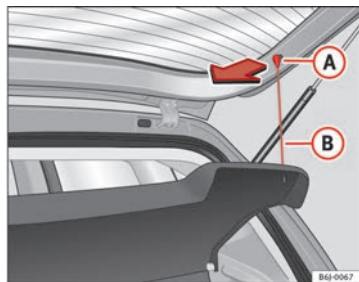

Fig. 90 Chapeleira porta-objectos
- Desengatar os tirantes ⇒ Fig. 90 B dos alojamentos A.